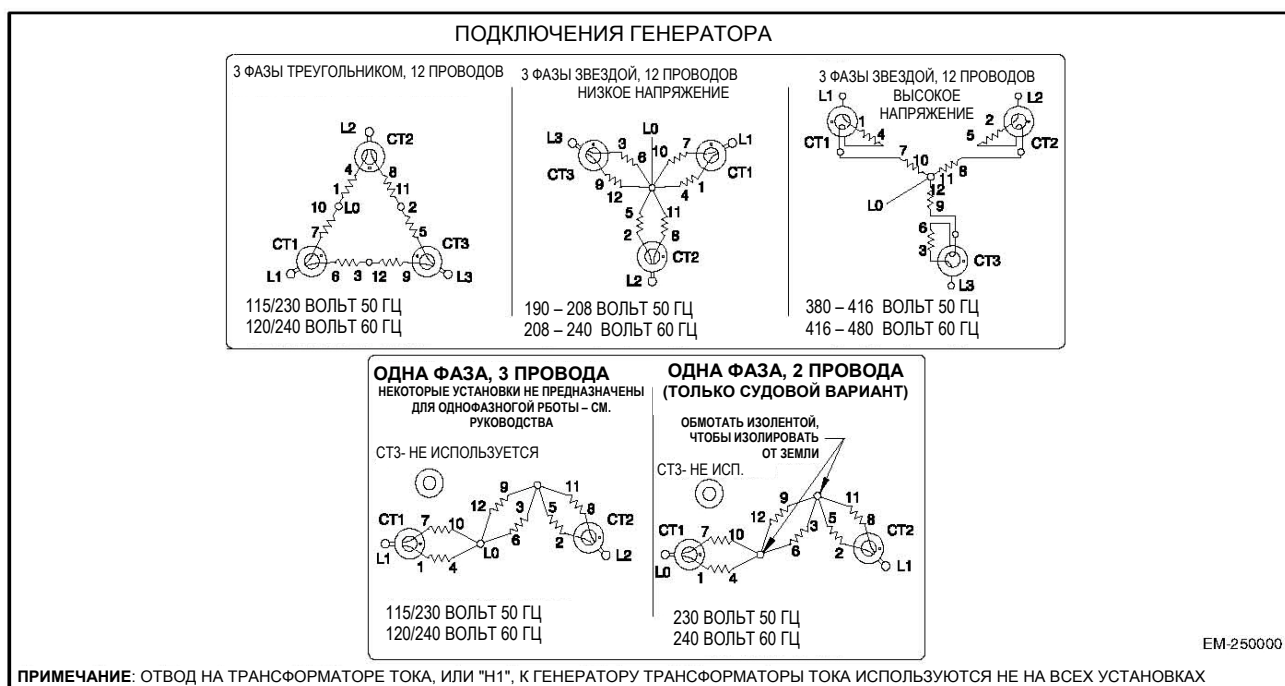

Рисунок 8-23 Переподключение генератора
3. Воспользуйтесь Рисунок 8-23 чтобы определить схему напряжения генераторной установки. Запомните изначальное напряжение и измените подключение, так как вам требуется.